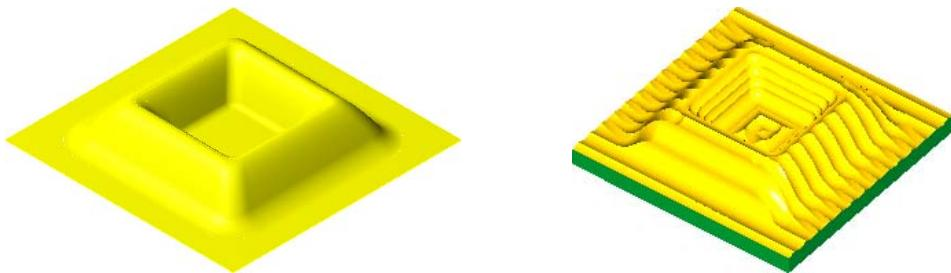

图 10-147 环绕等距精加工曲面和精加工前的实体图
- 01 打开光盘中的“第 10 章\原始图形\10.2.10 环绕等距精加工实例.MCX-7”文件。图 10-147 为环绕等距精加工曲面和精加工前的实体图。